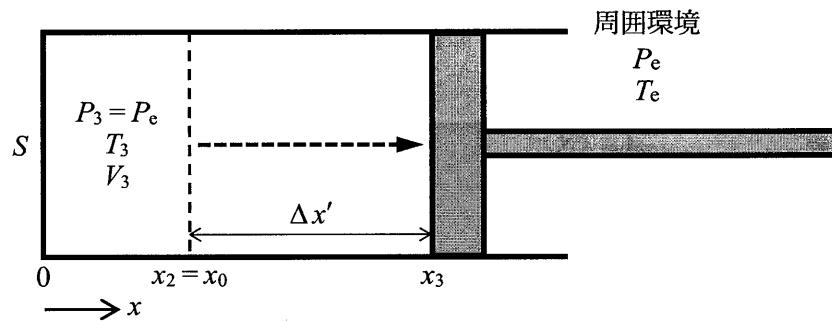

図4 状態3
② 状態2から、ピストンに加えた力 F を徐々に低下させ、図4に示すように、シリンダ内部の圧力が周囲環境の圧力と等しくなるまで可逆断熱変化させた。この状態を状態3とすると、このとき、圧力 P_3 は 0.1 MPa 、体積 V_3 は $\boxed{\text{B} \mid \text{a.b}} [\text{m}^3]$ となり、シリンダの移動距離 $\Delta x'$ は、 $\boxed{\text{C} \mid \text{a.b}} [\text{m}]$ となる。